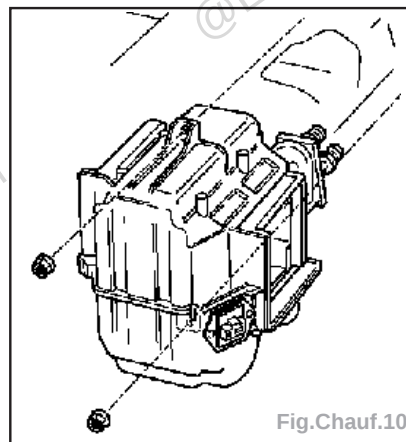

Fig.Chauf.10
- Déposer l'évaporateur du tablier (écrous) (Fig.Chauf.10).